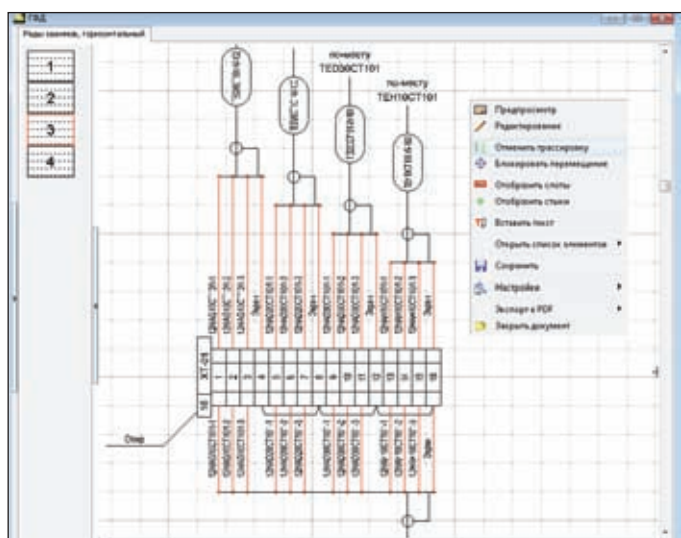
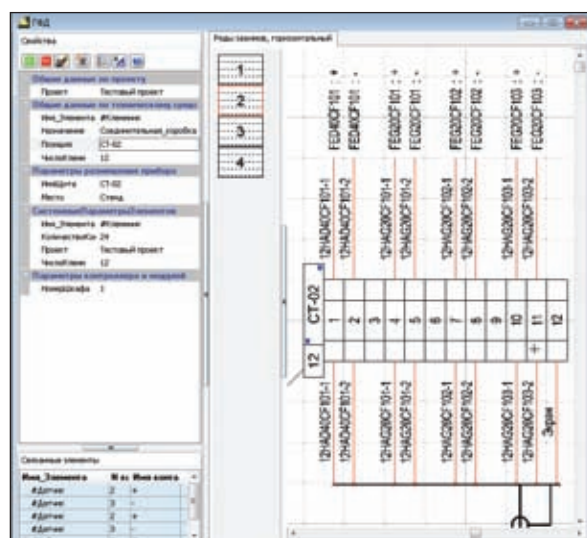

Рис. 15. Фрагмент документа "Подключение кабелей к рядам зажимов", лист 3
Рис. 16. Фрагмент документа "Подключение кабелей к рядам зажимов", лист 2
На рис. 15 показан фрагмент документа "Подключение кабелей к рядам зажимов". Этот документ можно формировать и в ручном, и в автоматическом режиме. В
- отображение перемычек (рис. 15);
- настраиваемый вывод текста над связью (в приведенном на рис. 15 примере отображается маркировка связи);
- настраиваемый вывод текста у выбега связи (рис. 16, позиция элемента и имя контакта, к которому подключена связь);
- настройка вида точки пересечения выбега: крестик, окружность, угол (на рис. 15 — окружность, на рис. 16 — крестик);
Изменять настройки трассировки можно как в шаблоне, так и в уже сформированном документе. Чтобы применить измененные настройки в открытом документе, необходимо отменить трассировку (рис. 15), а затем выполнить ее повторно также с помощью команды контекстного меню.